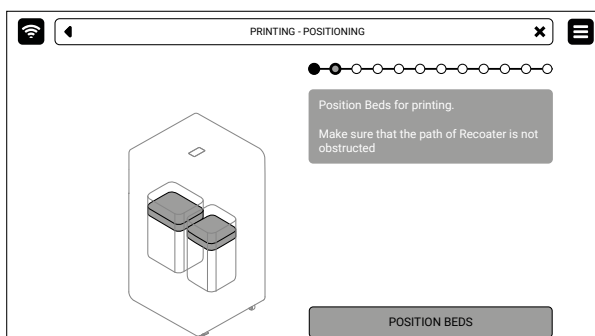

Abb. 6.5 Bildschirm **POSITIONING BEDS**.
4. Drücke auf **POSITION BEDS**, um den Positionierungsprozess der Beds zu starten (Abb. 6.5).